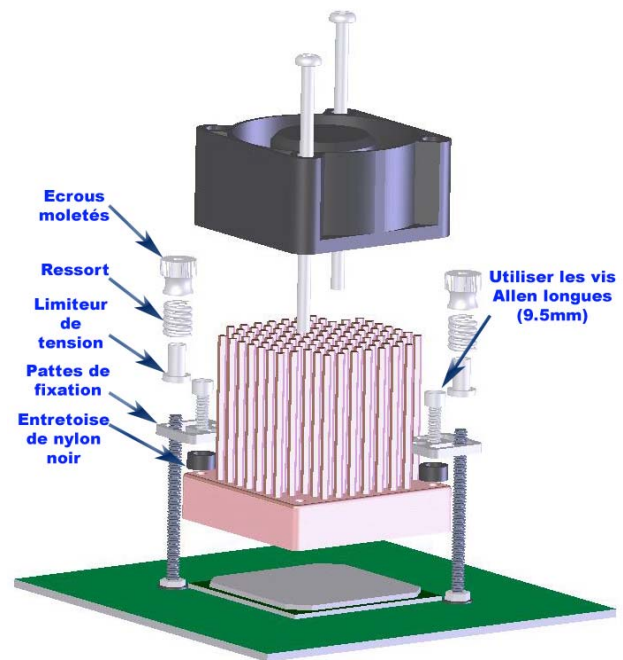

Figure 8
- b. Une entretoise nylon sera insérée entre le dissipateur et la patte de fixation afin de surélever celle-ci et fournir de l'espace aux composants (Asus A8N-SLI par exemple), comme présenté en figure 8.